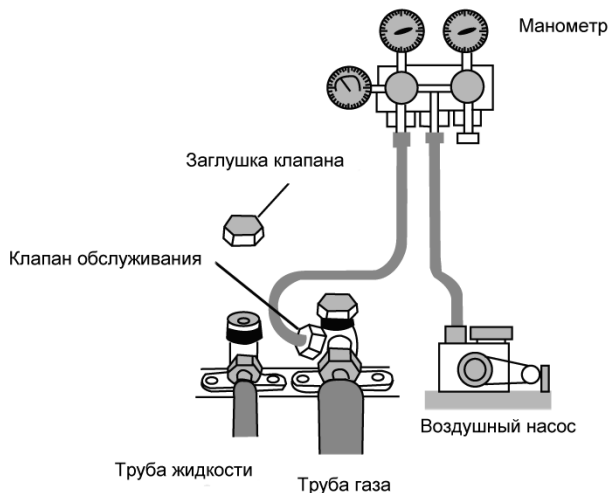

Рис. 2
5. Прикрутите шланг манометра к клапану обслуживания (рис. 2).